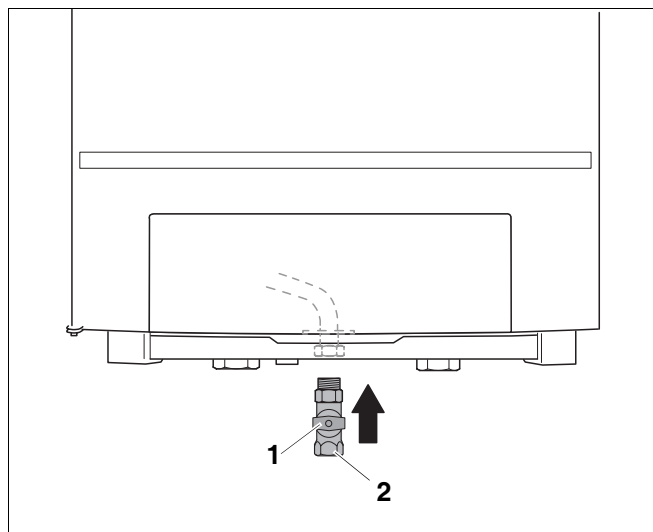

Fig. 13 Etablering af gastilslutning
- Installér gashanen (fig. 13, **pos. 1**) i gastilførselsledningen (GAS). Brug en gashane med den minimale diameter på "1".
- Slut gasledningen til gastilslutningen (fig. 13, **pos. 2**), uden at den sidder i spænd. Brug en gasledning med den minimale diameter på "1".